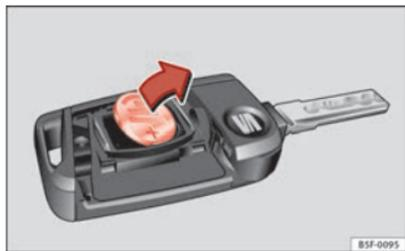

Fig. 49 Clé du véhicule : retirez la pile.
- Retirez la pile du compartiment à l'aide d'un objet fin approprié ⇒ fig. 49.
- Placez la pile neuve comme indiqué ⇒ fig. 49 et appuyez-la contre le logement des piles dans le sens contraire de la flèche ⇒ ②.